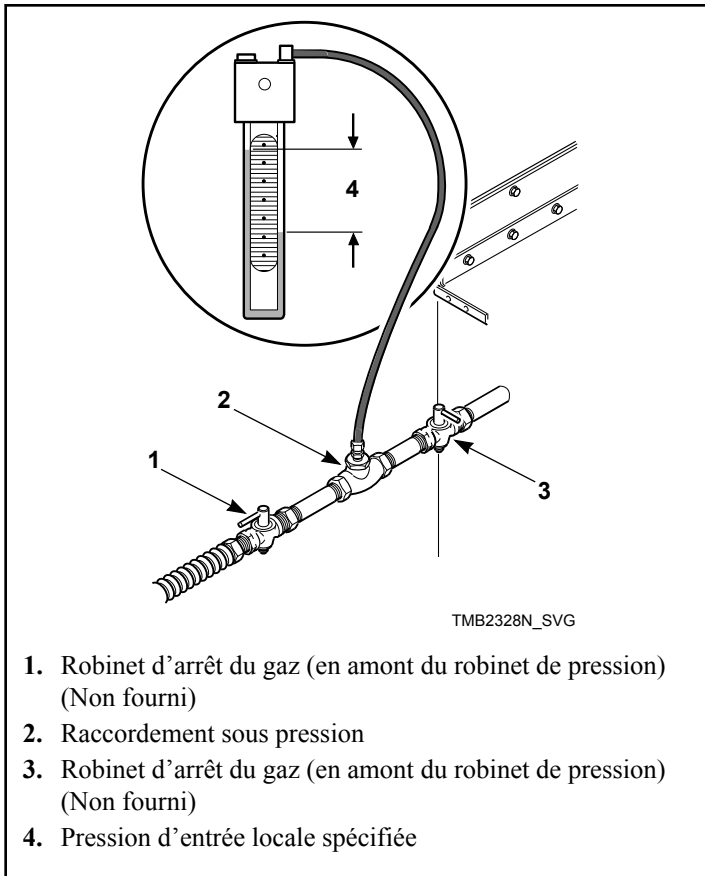

Figure 15
1. Débrancher l'alimentation électrique du séchoir. Fermer le robinet d'arrêt d'alimentation en gaz du séchoir. Se reporter à la Figure 15 .